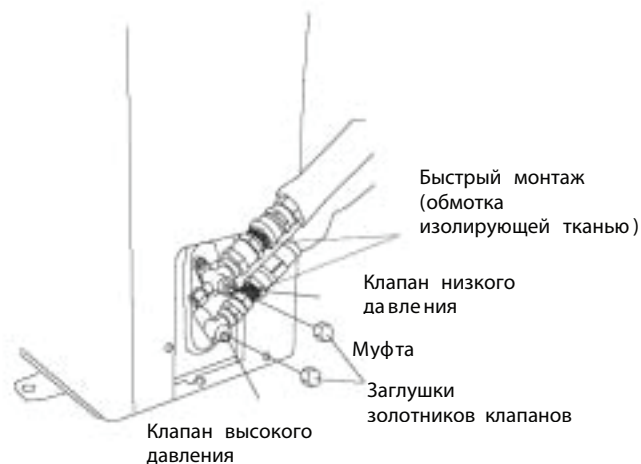

Рис. 8
4. Открутите золотники клапанов высокого и низкого давления при помощи торцевого гаечного ключа, затем верните на место заглушки золотников клапанов внешнего блока (Рис. 8).